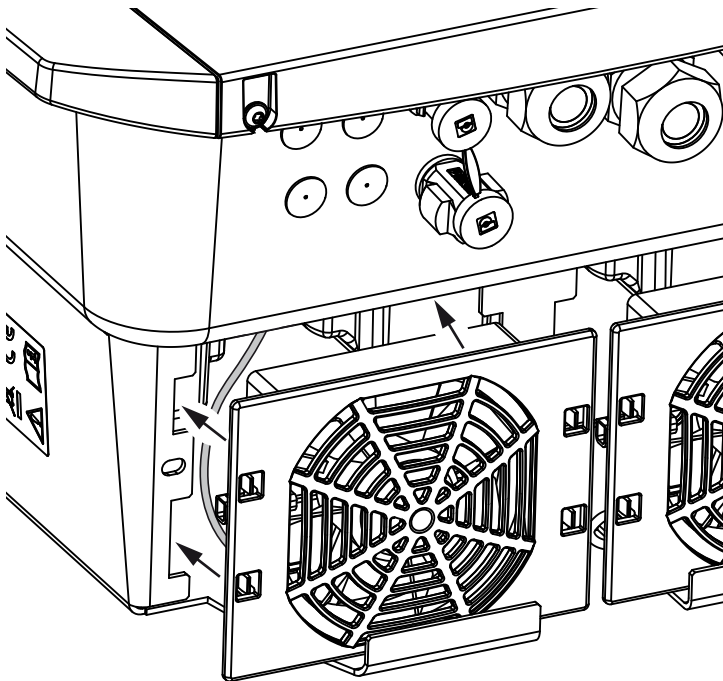

Fig. 56: Ventilatormontering
- at ventilatoren er monteret korrekt i ventilatorrammen (luftstrømsretning). **↗ Fig. 56**